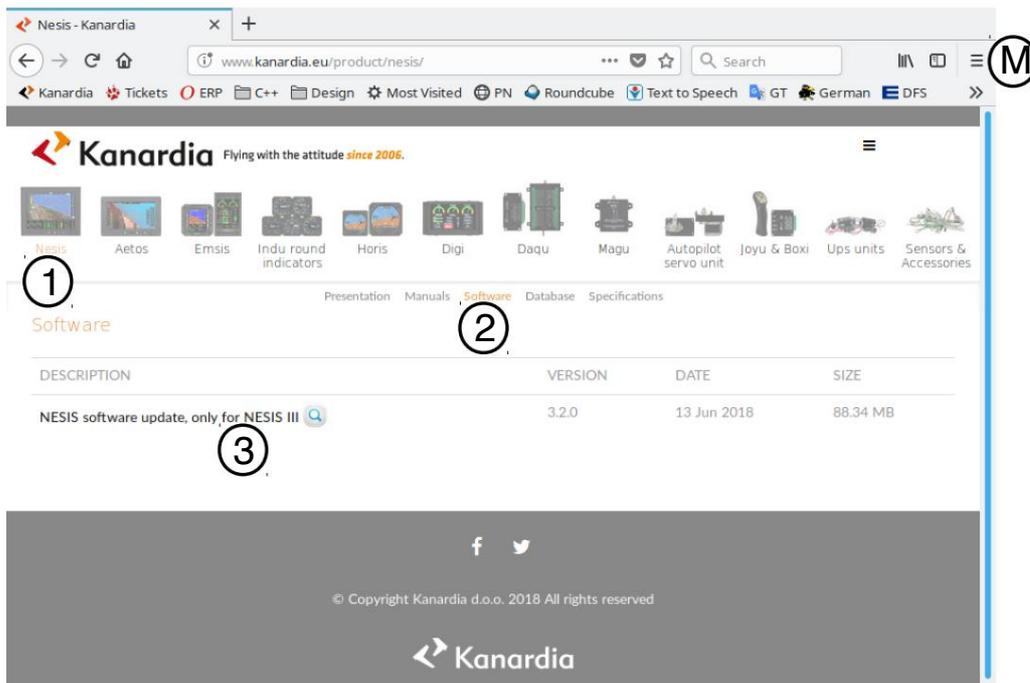

Abbildung 10.1: Darstellung der Downloadseite der Nesis-Software. Normalerweise ist nur das neueste Update verfügbar.
- 2 Wählen Sie anschließend „Software“. Daraufhin wird eine Seite mit Nesis-spezifischer Software geöffnet. Ein Beispiel ist in Abbildung 10.1 dargestellt.
1. Klicken Sie auf das Menüsymbol ☰. Siehe Beschriftung •M in Abbildung 10.1.